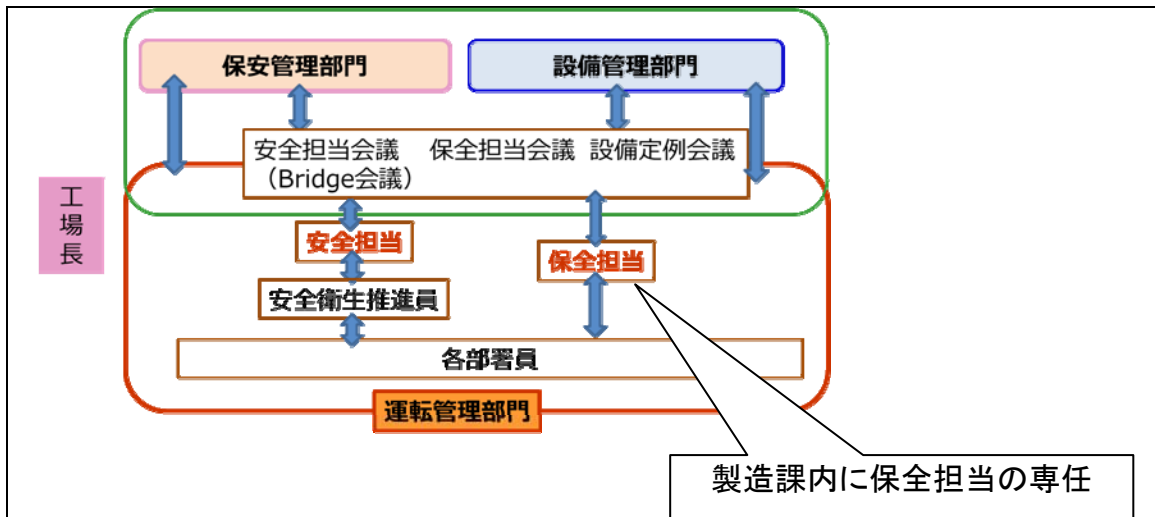

図3 運転管理部門に保全担当を専任
- ① 「総点検」及び「ライン管理」などの外面腐食点検後の記録の引き継ぎ等の運用を着実にフォロー出来るように、製造各課で保全担当を専任した。(図3)